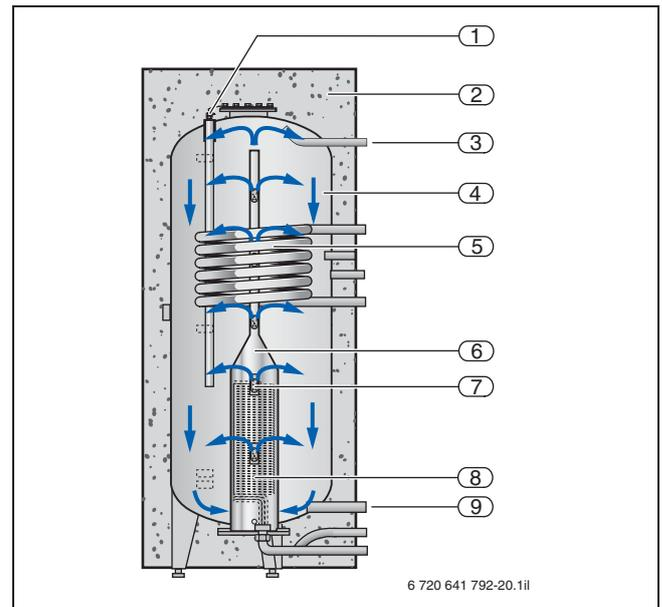

Fig. 20 Struttura Logalux SL300-2; dimensioni, attacchi e dati tecnici → pagina 23 e seguente
Lo scambiatore di calore solare riscalda soltanto una quantità di acqua potabile relativamente piccola fino a quasi la temperatura di mandata solare. Attraverso il tubo termoconduttore (→ fig. 20, pos. 6) l'acqua potabile riscaldata sale direttamente verso l'alto nella parte disponibile. In caso di irraggiamento solare normale qui si raggiunge la temperatura nominale già dopo breve tempo. In questo modo è raro che sia necessaria un'integrazione al riscaldamento mediante una caldaia tradizionale.
A seconda del riscaldamento solare, l'acqua potabile sale verso l'alto fino a raggiungere lo strato con lo stesso livello di temperatura. In seguito si aprono le corrispondenti valvole a membrana comandate a spinta (→ fig. 20, pos. 7). L'accumulatore si riscalda quindi strato per strato dall'alto verso il basso.